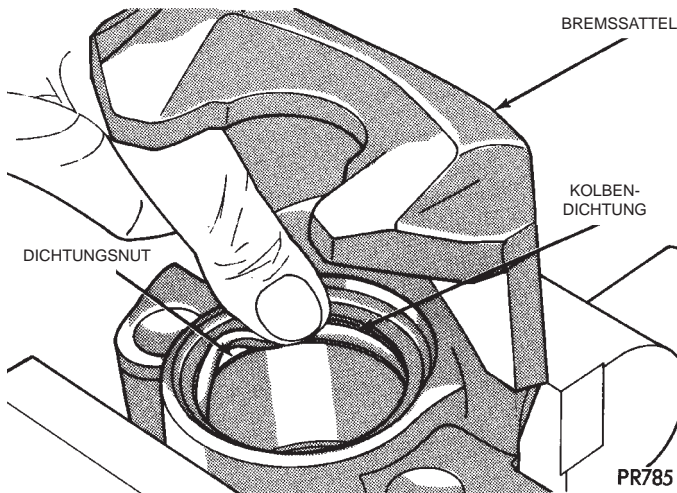

Abb. 87 Einsetzen einer neuen Kolbendichtung in den Bremssattel
(1) Bremssattel in einen Schraubstock spannen (mit Schutzkappen auf den Klemmbacken).
(2) Neue Kolbendichtung in Bremsflüssigkeit tauchen und in die Nut in der Bremssattelbohrung einsetzen. Dichtung an einer Stelle der Nut einsetzen und dann mit den Fingern rundherum sanft andrücken, bis die Dichtung richtig sitzt (Abb. 87). **KOLBENDICHTUNGEN NIEMALS WIEDERVERWENDEN.** Dabei darauf achten, dass die Finger sauber sind und die Dichtung nicht verdreht oder verwunden ist (Abb. 87).
(3) Neue Staubschutzmanschette des Kolbens mit Bremsflüssigkeit benetzen und eine größere Menge Bremsflüssigkeit in der Manschette belassen.